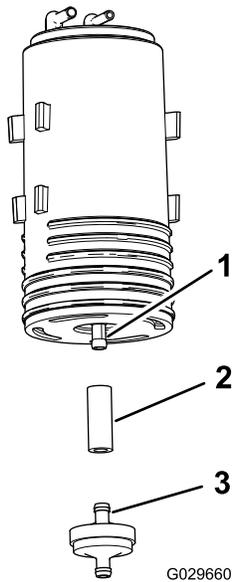

図 48
4. 外したカーボンキャニスタの下側のフィッティングからフィルタと短いホースを取り外す 図 48。
5. 新しいカーボンキャニスタの下側フィッティングに、ホースを接続する 図 48。
6. ホースに、新しいカーボンキャニスタのフィッティングを取り付ける 図 48。